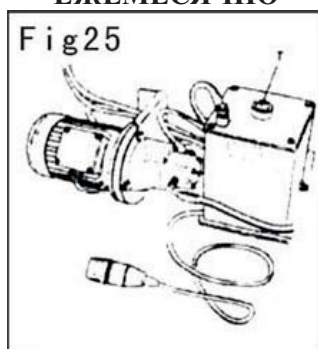

Рис. 13-1
- С помощью шприц-масленки добавьте смазку в соответствующие места станка, рис. 13-1.